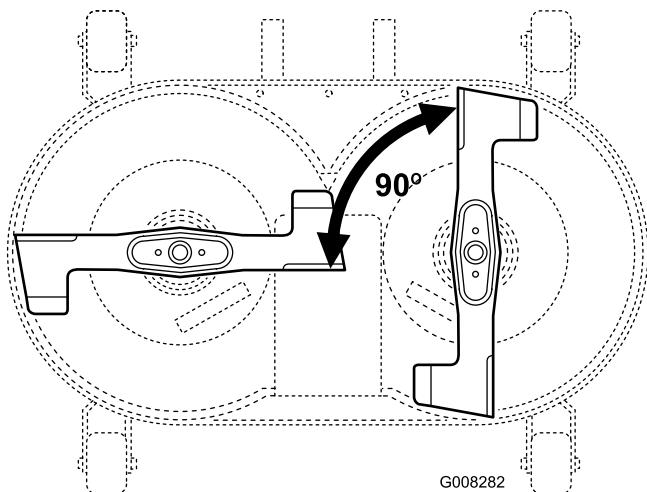

Figura 38
- Sitúe una cuchilla perpendicular 90° a la otra (Figura 38).